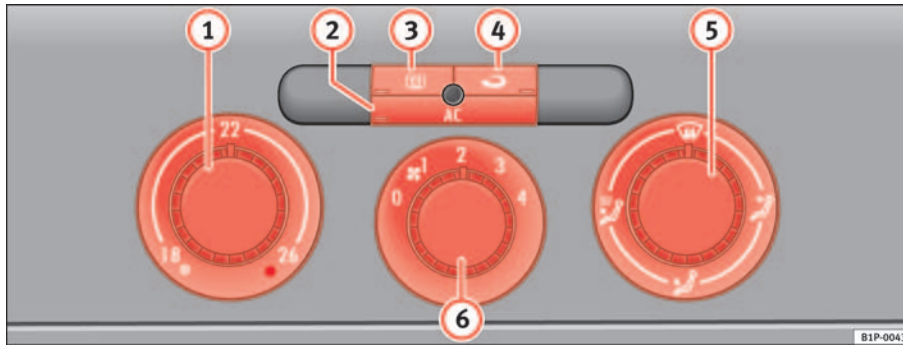

Abb. 105 In der Instrumententafel: Bedienelemente der Climatic
- Mit den Reglern ⇒ Abb. 105 ① und ⑤ und mit dem Schalter ⑥ stellen Sie die Temperatur, die Luftverteilung und die Gebläsestufe ein.
- Drücken Sie die jeweilige Taste ②, ③ oder ④, um eine Funktion ein- oder auszuschalten. Bei einer eingeschalteten Funktion leuchtet das Fenster unten an der Taste auf.
① Temperaturregler ⇒ Seite 145
② Taste **AC** – Kühlanlage ein-/ausschalten ⇒ Seite 145
③ Taste – Heckscheibenbeheizung. Etwa 20 Minuten nach dem Einschalten wird die Beheizung automatisch ausgeschaltet. Sie lässt sich vorzeitig durch Drücken der Taste ausschalten.
④ Taste – Umluftbetrieb ⇒ Seite 147
⑤ Luftverteilungsregler ⇒ Seite 145
⑥ Gebläseschalter. Der Luftstrom ist in vier Stufen einstellbar. Das Gebläse sollte immer bei langsamer Fahrgeschwindigkeit in niedriger Stufe mitlaufen. ▶
- Schalten Sie die Klimaanlage mit der Taste \Rightarrow Seite 144, Abb. 105  ein.